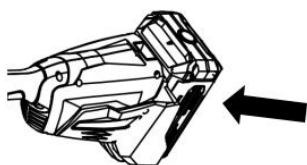

Fig15
1. Mettre l'adaptateur dans la machine (Fig. 15), l'adaptateur est vendu séparément.